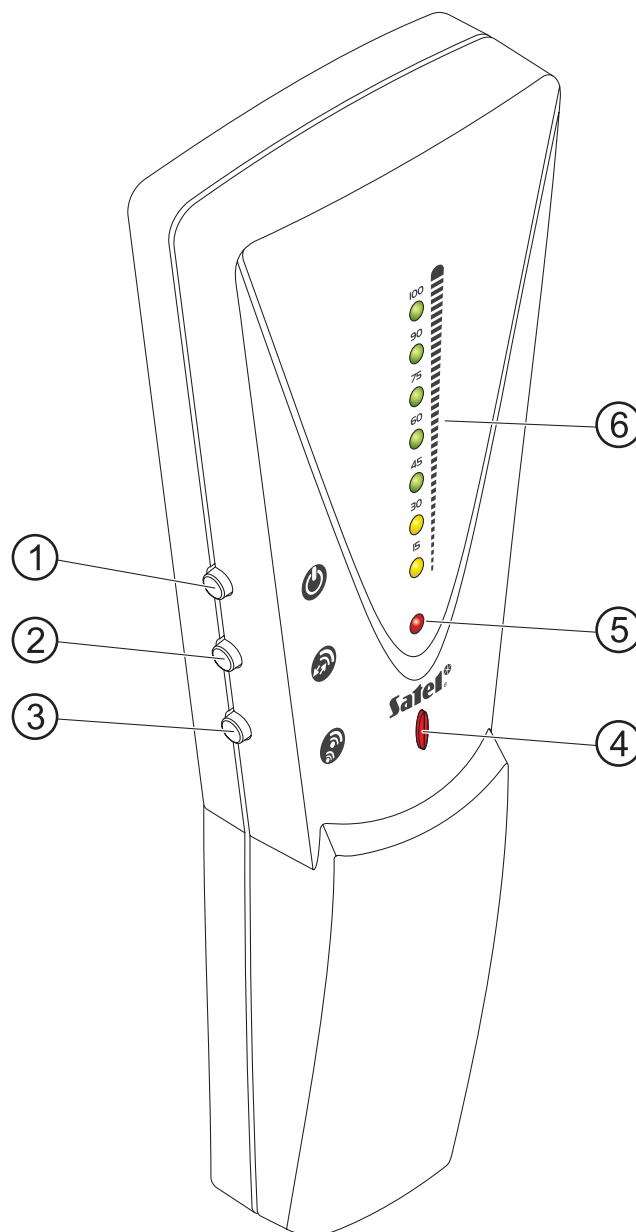

Fig. 1. Vue du testeur.
Légende pour la figure 1:
- 2 – **bouton** (indiqué par le symbole ) **permettant de sélectionner le mode de fonctionnement de l'indicateur lumineux.** Après avoir mis en marche le testeur, l'indicateur lumineux indique le niveau du signal reçu par le testeur depuis le contrôleur. Le niveau est signalé par un voyant LED rouge allumé (indiqué sur la figure 1 par le chiffre 5). L'appui sur le bouton fera commuter l'indicateur en mode d'affichage des messages sur le niveau du signal reçu par le contrôleur depuis le testeur (voyant LED rouge commencera à clignoter). Un autre appui sur le bouton commutera de nouveau le mode de fonctionnement de l'indicateur lumineux.
- 3 – **bouton** (indiqué par le symbole ) **permettant de sélectionner le mode d'alimentation du dispositif sans fil simulée par le testeur.** Le mode d'alimentation influe sur le niveau de signal radio du dispositif. Le testeur mis en marche fait une simulation du dispositif sans fil alimenté depuis des sources externes. L'appui sur le bouton commutera le testeur en mode de simulation du dispositif sans fil alimenté par une pile. Ce mode est signalé par le voyant LED rouge allumé, indiqué sur la figure 1 par le chiffre 4. Lorsque les voyants de l'indicateur du niveau de signal étaient allumés, ils s'éteindront et ne s'allumeront que lors d'une nouvelle interrogation, en indiquant le niveau actualisé du signal radio. En ce mode, les voyants sont allumés moins intensément. Un autre appui sur le bouton fera commuter le testeur en mode de simulation du dispositif sans fil depuis des sources externes. Si le bouton est maintenu pendant plus de 3 secondes, le testeur passera en **mode d'interrogation fréquente** et y restera tant que le bouton sera appuyé. En mode d'interrogation fréquente, une information sur le niveau du signal radio sera rafraîchie toutes les 2 secondes. Au moment d'actualisation des données sur le niveau de signal radio, le testeur génère 2 sons courts.